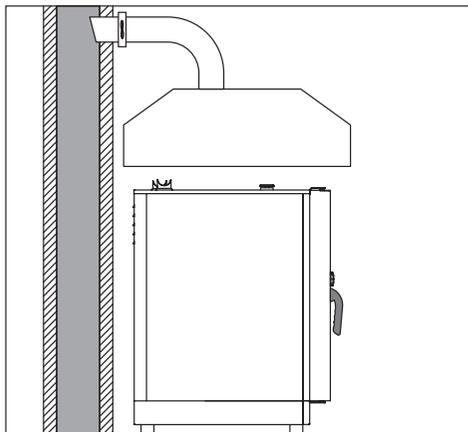

fig. 13
- d) a readmissão de gases no aparelho deve poder ser feita apenas manualmente (**fig. 13**).